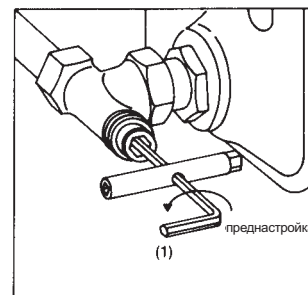

Рис. 2
- 1.3 Теперь преднастроить шпindel вентиля поворотом влево шестигранным ключом SW 4 (1) в соответствии с выбранным по диаграмме количеством оборотов (рис. 2).
- 4.5 Открыть шток вентиля вставки шестигранным ключом SW 4 (1) поворотом влево (рис. 2). Спустить воздух из отопительного прибора.